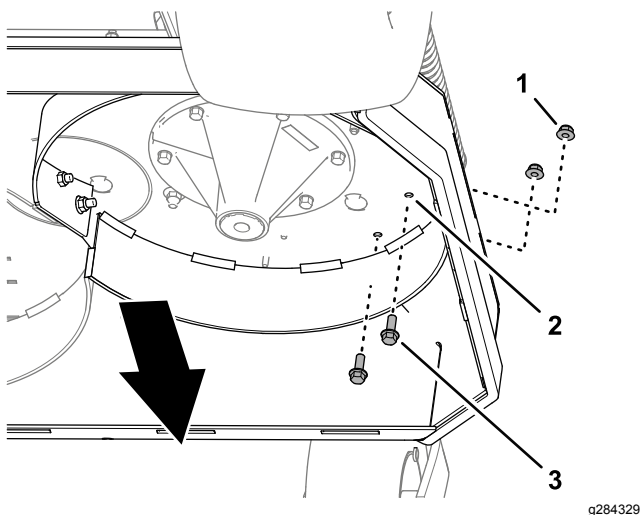

Figure 8
2. Insérez 2 vis à embase ($\frac{3}{8}$ " x 1") dans les trous de 10 mm du plateau de coupe (Figure 8) et fixez les vis avec 2 contre-écrous à embase ($\frac{3}{8}$ " que vous avez retirés à l'opération 1.